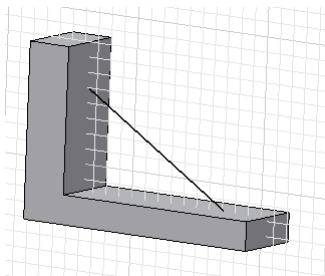
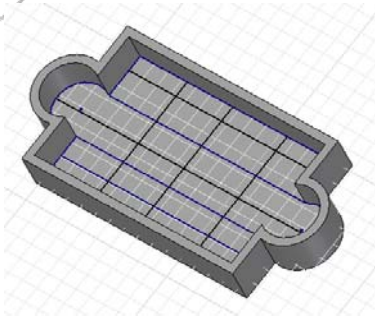

图 3-59 加强筋的草图图形
图 3-62 网状加强筋的草图
(1) 绘制如图 3-59 所示的草图图形。
如果要创建图 3-59 中所示的网状加强筋, 可首先在零件草图中绘制如图 3-62 所示的截面轮廓。回到零件环境中, 在【加强筋】对话框中指定各个参数即可, 步骤与上述完全一致。需要注意的是, 在终止方式中只能选择【有限的】选项并且输入具体的数值, 即可完成创建。